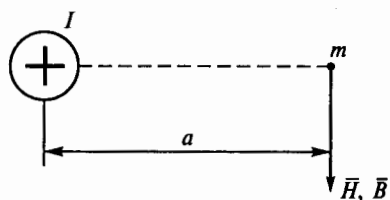

Рис. 54
**2.29.** Какая из приведенных формул для определения магнитной индукции  $B$  и напряженности магнитного поля  $H$  в точке  $m$ , находящейся на расстоянии  $a$  от центра проводника (рис. 54), правильная?